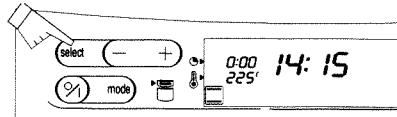

Fig. 5
4. Pulse 1 vez la posición  para regular la duración de cocción **(fig. 5)**.